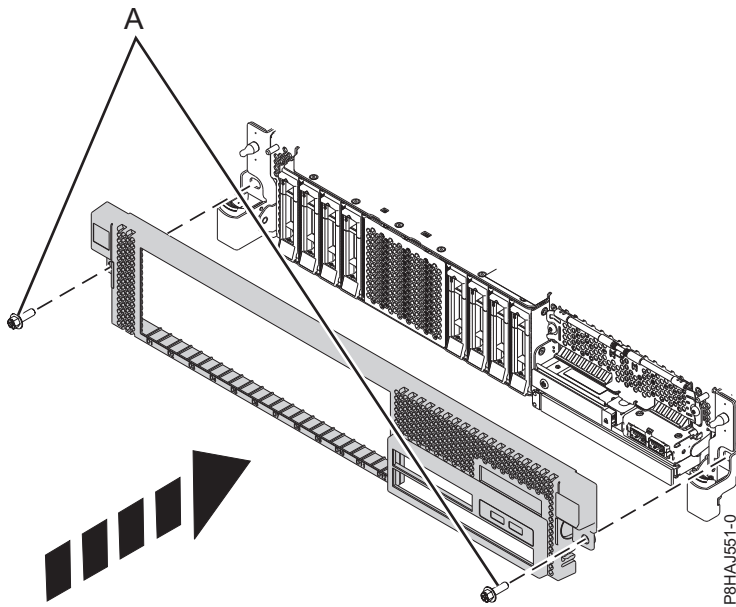

Figure 14. Installation du capot avant
3. Appuyez sur les loquets dans le sens indiqué dans la figure 14, à la page 34. Le capot avant se met en place ; il est doté d'un renforcement permettant de le tenir plus facilement.
4. Remettez en place les vis de transport (A).